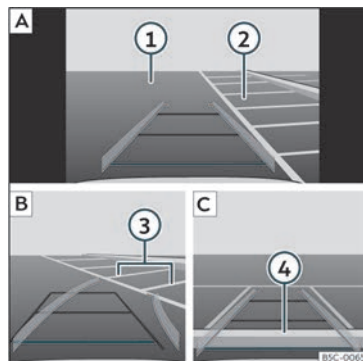

Fig. 177 Visualização no ecrã do sistema Infotainment: estacionar com o assistente de marcha-atrás
Legenda da **Fig. 177**:
- Posicione o veículo à frente do lugar de estacionamento»» Fig. 177 ② [A].
- Retroceda rodando o volante de forma que as linhas amarelas se introduzam no lugar de estacionamento. As linhas verdes e amarelas têm de coincidir com as linhas de delimitação laterais ③ [B].
- Pare o veículo quando a linha vermelha tiver atingido a delimitação traseira ④ [C].